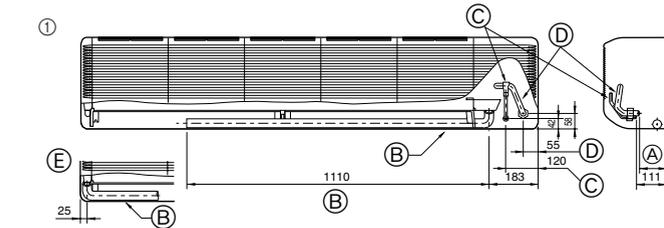

Fig. 4-2
- 1) Posición de los tubos del refrigerante y de drenaje (Fig. 4-2)